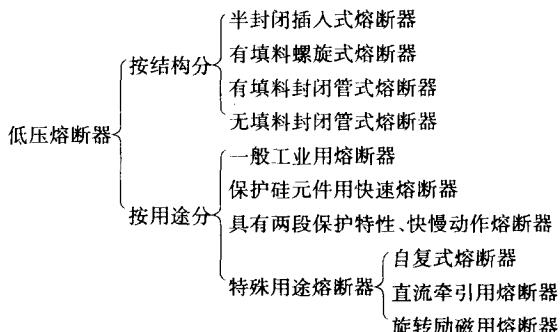

图 1-8 低压熔断器的分类
(1) 低压熔断器的分类。低压熔断器的种类繁多, 常见低压熔断器的分类如图 1-8 所示。